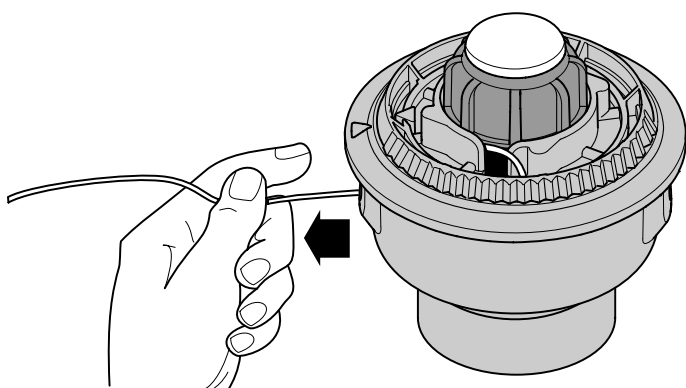

Fig. 21
6. Saque la línea de la bobina exterior hasta que esté tirante contra el carrete interior (Fig. 21).